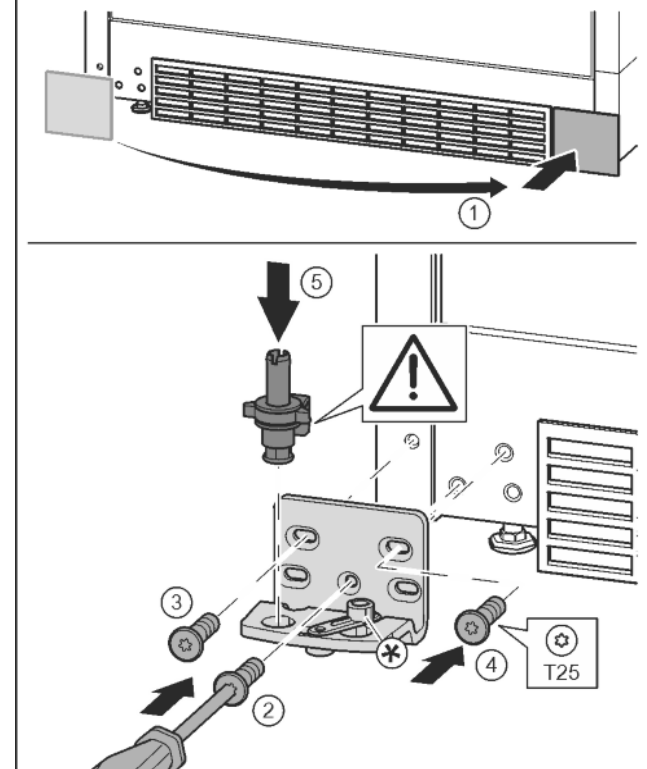

Fig. 18
- ▶ Afdekking eraf halen en op de andere kant aanbrengen. Fig. 18 (1)
- ▶ Lagerbus op de andere kant aanbrengen en met behulp van een schroevendraaier T25 vastschroeven. Met schroef 2 onder in het midden beginnen. Fig. 18 (2)
- ▶ Schroef 3 en 4 vastschroeven. Fig. 18 (3, 4)
- ▶ Lagerbout volledig aanbrengen. Let op dat de vergrendelknok naar achter wijst. Fig. 18 (5)